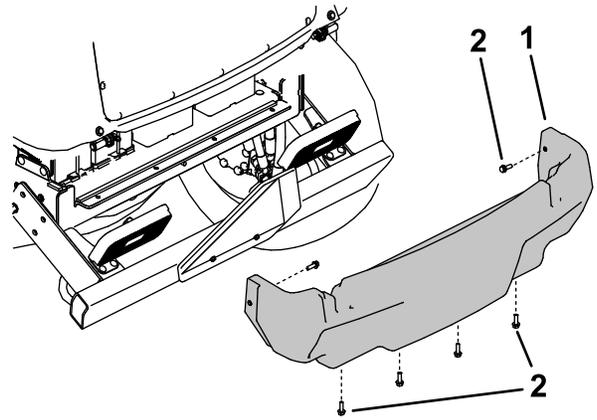

Bild 112
5. Entfernen Sie die sechs Bundkopfschrauben, mit denen die hintere Abdeckung am Rahmen befestigt ist, und nehmen Sie die hintere Abdeckung ab (**Bild 112**).
4. Montieren Sie die hintere Abdeckung (Bild 112).